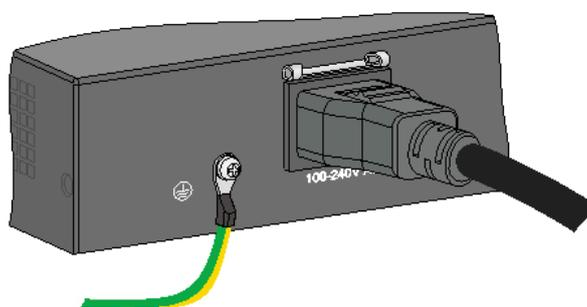

図 3-7 装置への電源ケーブルの接続 1
- 2) 図 3-7 に示すように電源ケーブルの電源接続側を装置の AC 電源入力ソケットに接続してください。